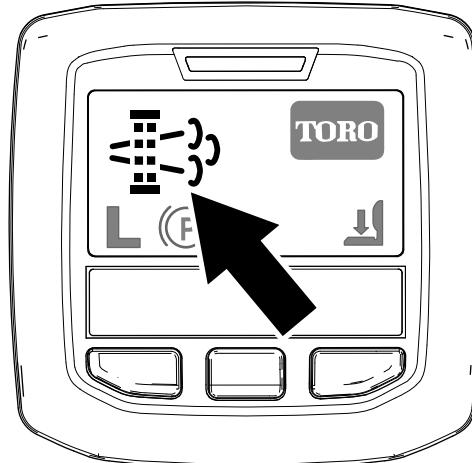

Bild 40
- Das Symbol für die geparkte Regenerierung wird im InfoCenter angezeigt (Bild 40).